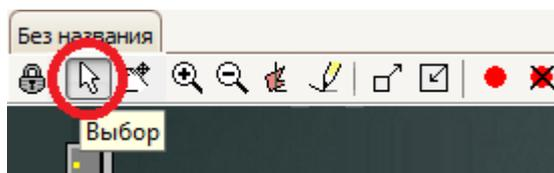

рис. 11 – Выбор настройки периметра
- Нажать кнопку «Выбор» на панели инструментов (рис. 11).